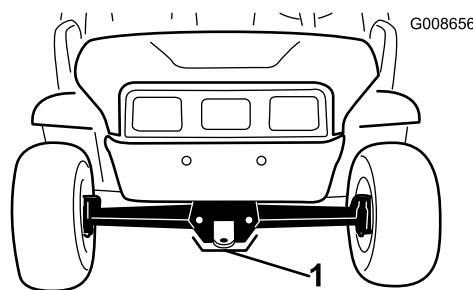

Рисунок 22
- Точка подъема в передней части машины находится в передней части рамы позади сцепного устройства для буксировки (Рисунок 22).